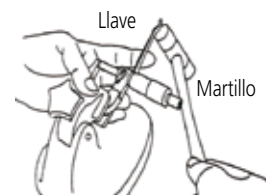

Fig. 1
- Si el punto cero está desalineado, reinicie girando el cilindro con la llave, golpeando suavemente la llave con un martillo si es necesario. **(Fig. 1)**